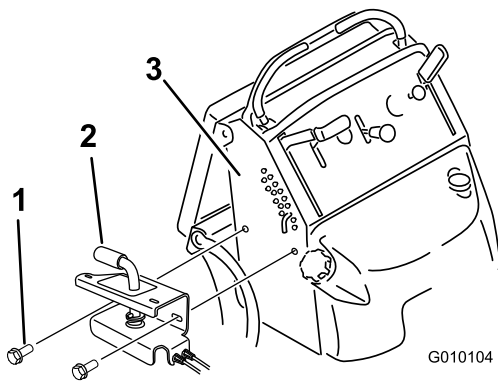

Figura 3
1. Instale el conjunto de la palanca en el lado derecho de la máquina con 2 pernos (3/8 x 1 inch) (Figura 3). Los tornillos son tornillos que forman rosca. Hoyos no necesitan rosca.